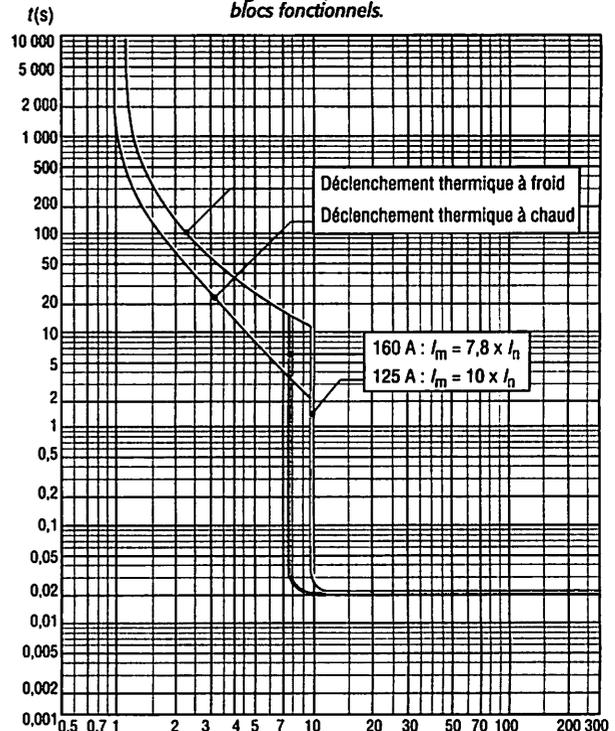

Fig. 9 : Courbes de déclenchement des disjoncteurs d'usage général. Calibres 125 et 160 A (Merlin Gerin) ; $I_m = 1$; déclenchement magnétique.
4.3. Courbes de déclenchement (fig. 9)
Elles indiquent l'intensité de déclenchement du disjoncteur en fonction du temps. Pour les disjoncteurs d'usage général, cette intensité est réglable (fig. 9) ; pour les disjoncteurs de distribution terminale, on a différentes courbes B, C, D...